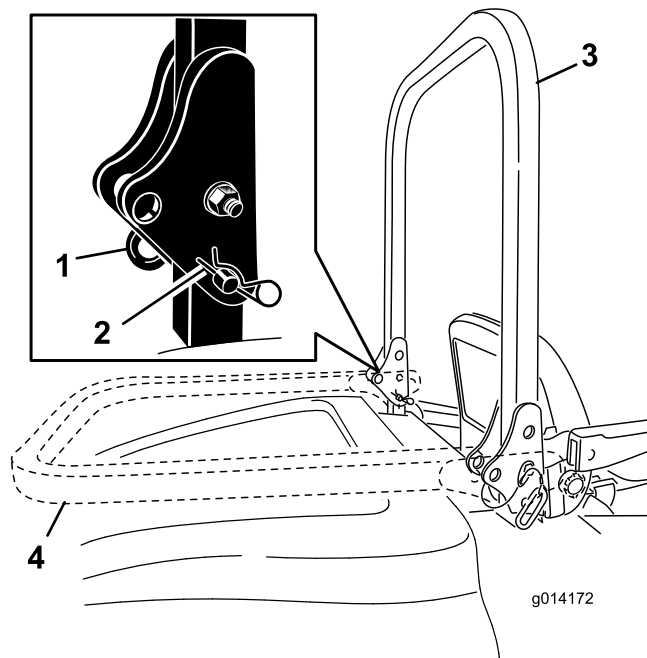

図 20
2. ヘアピン 2 本を外してピン 2 本を抜き取る図 20。
3. ROPS バーを立てる図 20。
4. ピン 2 本とヘアピン 2 本でバーを固定する図 20。
1. ヘアピンを外し、スプリングに逆らって ROPS バーを前に倒してピン 2 本を抜き取る 図 20。
2. バーを降ろす(図 20)。
3. ピン 2 本をピボットプレートに取り付け、ヘアピン 2 本で固定する 図 20。